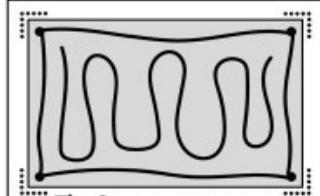

Fig. 2
3. Levántela y póngale un pegamento al lado posterior de la baldosa como necesario. (Fig. 2) **NOTA:** Use el pegamento según las instrucciones del fabricante.